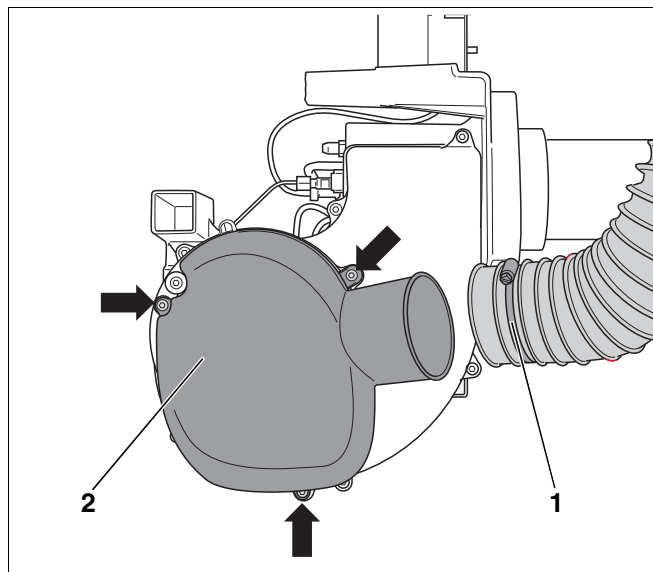
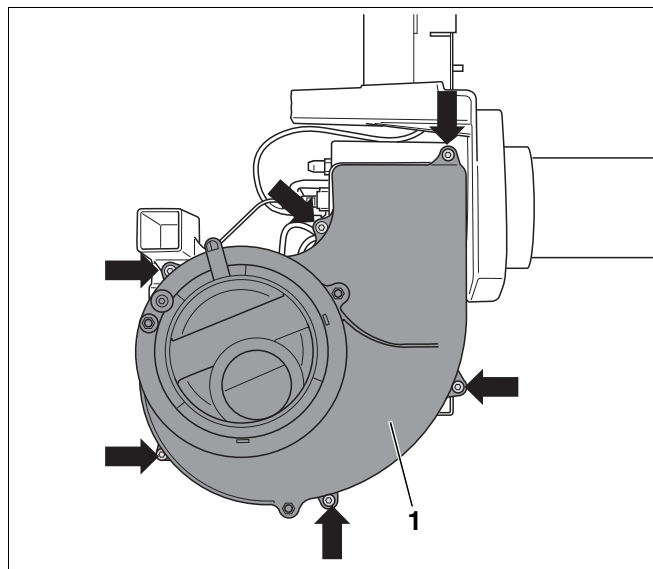

Рис. 21 Демонтаж глушителя на всасывании
Рис. 22 Демонтаж кожуха вентилятора
- Ослабить хомут (Рис. 21, поз. 1) на шланге подачи воздуха для горения при работе с забором наружного воздуха.
- Открутить крепежные винты (Рис. 21, указаны стрелками) и снять глушитель на всасывании (Рис. 21, поз. 2).
- Открутить шесть крепежных винтов (Рис. 22, указаны стрелками) и снять кожух вентилятора (Рис. 22, поз. 1).
- Закрепить кожух вентилятора (Рис. 22, поз. 1) и глушитель на всасывании (Рис. 21, поз. 2).
- Ослабить хомут (Рис. 21, поз. 1, стр. 28) и снять шланг всасывания.